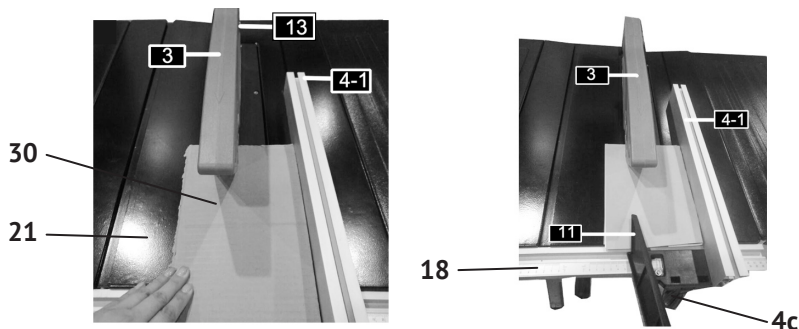

рис.9
2.2.1 Прямолинейный (продольный/поперечный) рез (см. рис.9):
- установить на рабочий стол (рис.9 поз.21) пластину параллельного упора (рис.9 поз.4.1), как описано в п.2.1.4 (с учётом толщины и ширины заготовки);
- прижать ровный край заготовки (рис.9 поз.30) к пластине параллельного упора;
- ослабить крепление защитного кожуха (рис.9 поз.3) к расклинивавшему ножу (рис.9 поз.13), он должен касаться нижней поверхностью верхней плоскости заготовки;
- при работе с узкими заготовками или при поперечном резе необходимо использовать толкатель (рис.9 поз.11), как показано на рис.9;